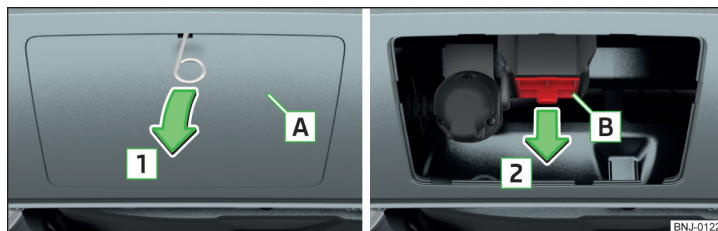

Abb. 249 Abdeckkappe abnehmen: am hinteren Stoßfänger / für den Aufnahmeschacht
- » Abb. 249 mithilfe des zum Bordwerkzeug gehörenden Bügels zum Abziehen der Radvollblenden abnehmen.
- › Die Abdeckkappe **B** » Abb. 249 auf Seite 210 entgegen der Pfeilrichtung **2** einsetzen.
- › Die Abdeckkappe **A** » Abb. 249 auf Seite 210 an die „Häkchen“ im unteren Stoßfängerbereich ansetzen.